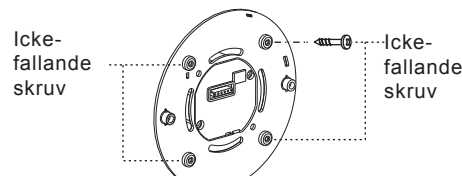

FIG. 20
3.3.4.4 Sätt in de fyra icke-fallande skruvarna i de avsedda skruvhålen på sensorns fästplatta. Dessa fyra skruvar kommer sedan inte att falla bort för att erbjuda bekväma installationer vid senare tidpunkt (se FIG. 20).